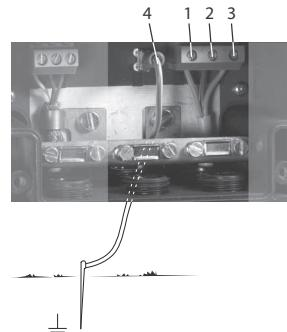

Fig. 4 Conexión eléctrica y a tierra
Si la unidad CIU se monta en un rail DIN SIN conexión a tierra o en la pared, deberá conectarse a tierra mediante un terminal de tierra. Ver fig. 4, pos. 4.
2. Conectar el cable de alimentación a la unidad CIU (fig. 4, pos. 1, 2 y 3).